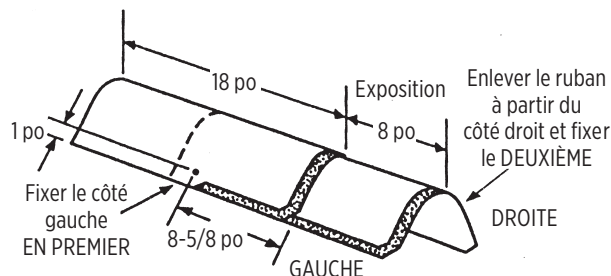

Figure 15-15 : Pose de bardeaux Shangle Ridge sur les arêtiers et les faîteages.
7. Fixez chaque couronnement à l'aide de deux fixations (Figure 15-15). Les fixations doivent avoir une longueur de 1-3/4 po ou plus, de sorte qu'elles pénètrent de 3/4 po dans le platelage ou le traversent complètement, en exposant au moins 1/8 po du bout du clou. Exposez 8 po de l'accessoire le long de la ligne de faîte ou d'arête et couvrez toutes les fixations.